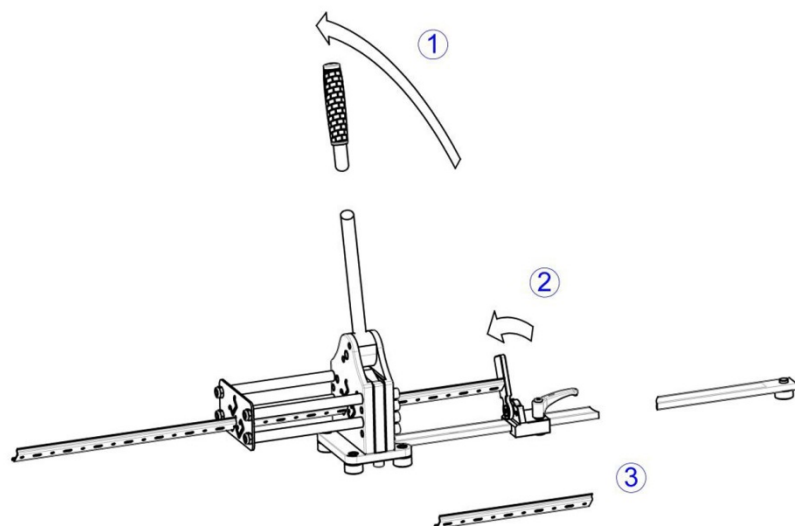

Fig. 8: Ta ut bæreskinnen
- For å fjerne den kuttede bæreskinnen, flytt gripestangen helt tilbake til startposisjonen (fig. 8, pos. 1).
- Avhengig av arbeidsstykkets lengde, sving anslagsklaffen til side (fig. 8, pos. 2) og fjern den ferdige profilen.